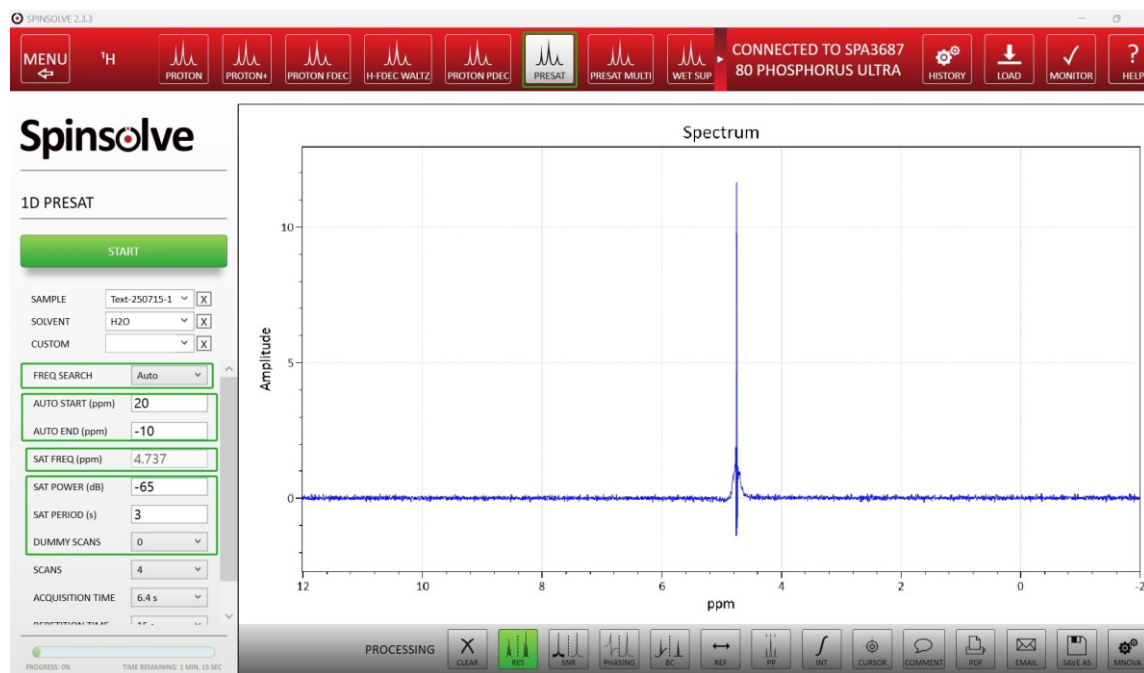

图 6-15
a) 对于只有一个溶剂峰的压制, 使用 $H > PRESAT$, 设置相关参数后, 点击 START 即可 (如图 6-15)。